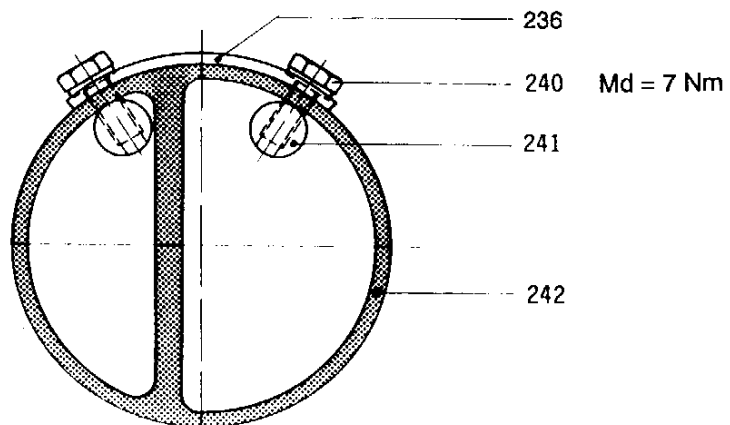

Bild 29
9.4 Montagehinweise zum Austausch der Kontaktschienen 236 (Bild 29)